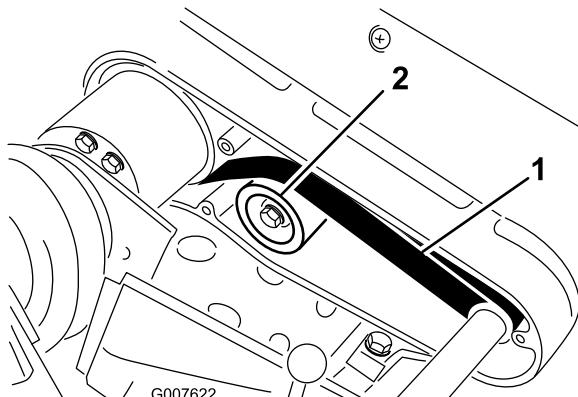

Рисунок 40
2. Проверьте натяжение, приложив к ремню посередине между шкивами (Рисунок 40) усилие 22–26 Н.
- A. Ослабьте крепежную гайку натяжного ролика и поворачивайте натяжной ролик по часовой стрелке, прижимая к обратной стороне ремня, пока не будет достигнуто требуемое натяжение ремня (Рисунок 40).